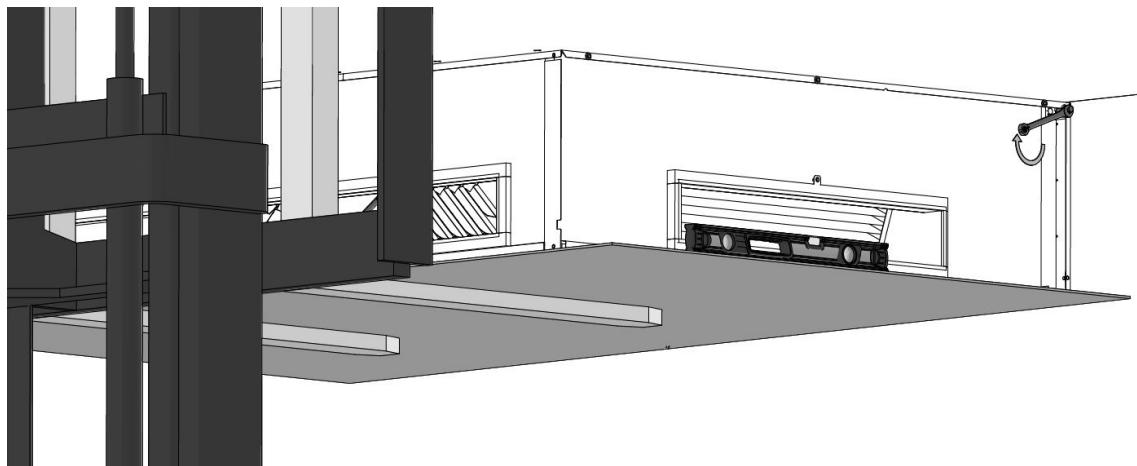

Abbildung 18: Befestigen Sie das Gerät an der Halterung auf der rechten Seite
1. Legen Sie eine Schutzunterlage zwischen Lift und Gerät, um Kratzer zu vermeiden, siehe Abbildung 18 unten.